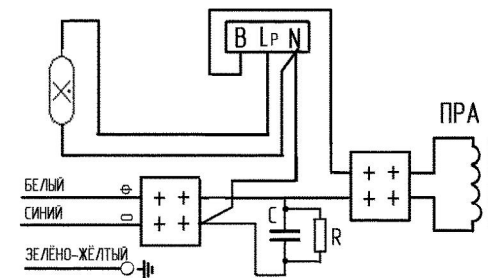

Рисунок 4
5.5 Подсоединить провода кабеля к клеммной колодке, предварительно закрепив их планкой для зажима проводов, согласно схеме включения (рисунок 4), а заземляющий провод - к зажиму заземления на панели, имеющей маркировку заземления.
5.6 Соединить провода, подключенные к светильнику с жилами кабеля, при этом: белый провод соединить с фазной жилой кабеля, провод с синей маркировкой – с нулевой жилой кабеля, желто-зеленый провод – с жилой заземления кабеля (рисунок 4).